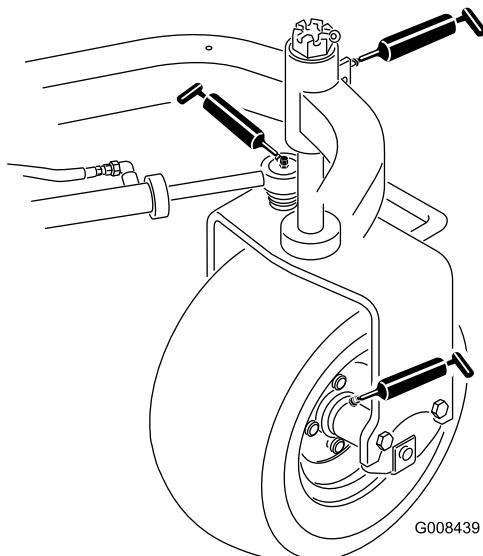

Figura 41
- Cubo da roda traseira (1) (Figura 41)
- Rolamento giratório (1) (Figura 41)
- Cilindro da direcção (2) (Figura 41)